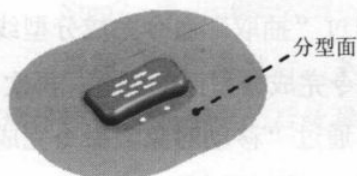

图 1.13 创建分型面
Step4. 单击**确定**按钮, 完成分型面的创建, 创建的分型面如图 1.13 所示。